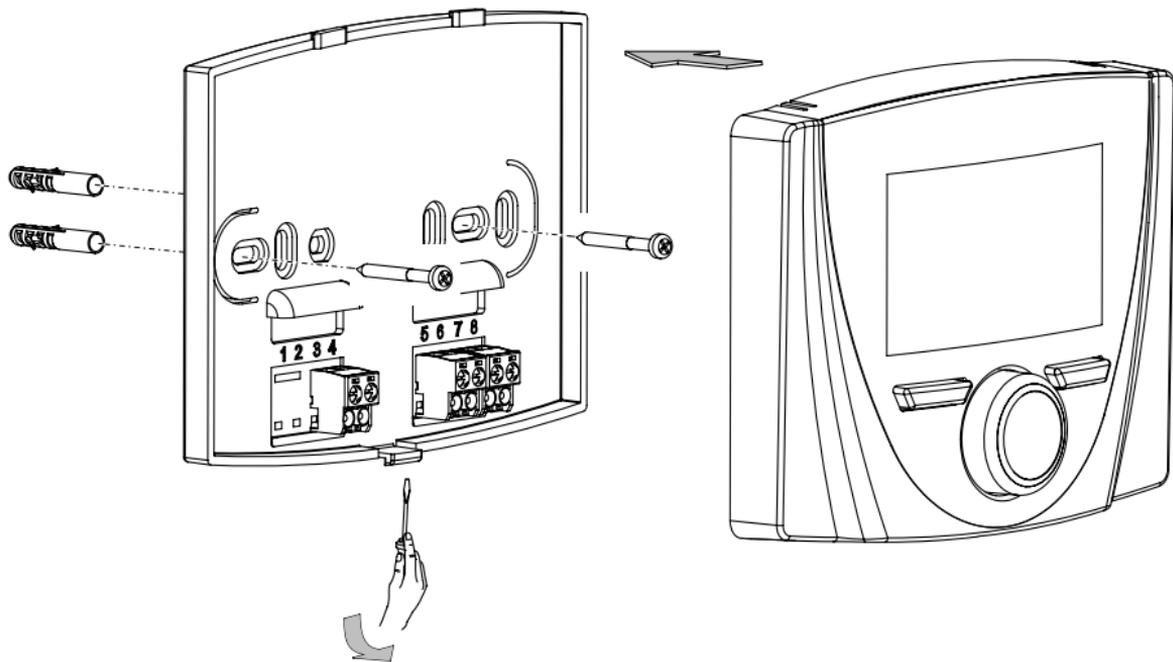

Fig. 2
- 1) Separare la dima di fissaggio dal corpo del Pannello Remoto di Zona facendo leva con un cacciavite nell'apposito incasso (*Fig. 2*). Installare il Pannello Remoto di Zona lontano da fonti di calore e in posizioni idonee a rilevare correttamente la temperatura ambiente.